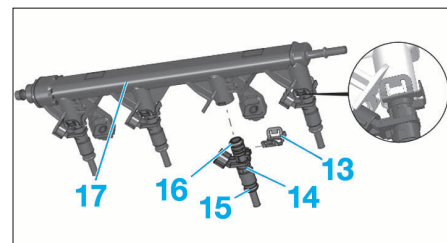

FIG. 37
- Extraire l'arrêt (13) (Fig.37), puis extraire l'injecteur (14).
- À la repose, remplacer les joints (15) et (16).